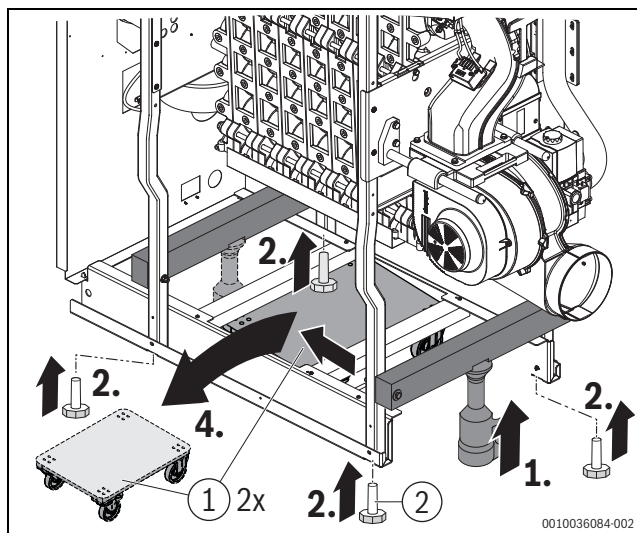

Fig. 14 Remover os rolos de transporte, montar os pés da caldeira (imagem a título de exemplo)
- Quando a caldeira se encontrar no local de instalação, aparafusar os 4 pés da caldeira nas travessas laterais (→fig. 14).
(→fig. 14)